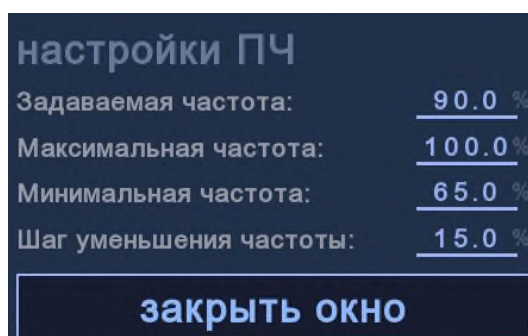

Рисунок 12 – Окно параметров «Вентиляторы (ПЧ)»
- *Вентиляторы (ПЧ)* – в данном окне (рисунок 12) можно задать необходимую частоту преобразователя частоты (ПЧ) параметром «Задаваемая частота», нижний предел её